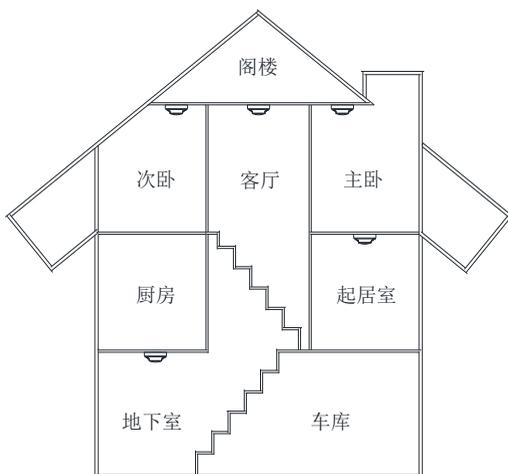

图 5 报警器安装位置示意图
- ④ 对燃烧产生的烟雾来说，楼梯的作用与烟囱类似，因此楼梯应安装报警器。
- ⑤ 空气流通的两个区域应分别安装报警器，如客厅与卧室两个区域，每个区域至少安装一个报警器。
- ⑥ 报警器安装位置可参考图 5，请结合实际情况确定最佳安装位置。